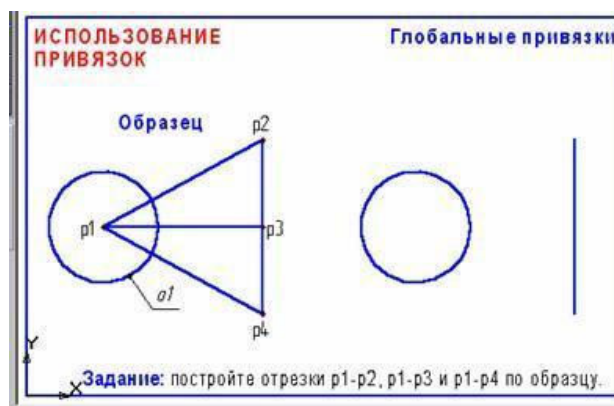

Рис. 6
Задание 4: постройте три отрезка $p_1 - p_2$, $p_1 - p_3$ и $p_1 - p_4$ по образцу. Начальные точки отрезков лежат в центре окружности o_1 , а конечные в начале, в середине и в конце отрезка $p_2 - p_4$ соответственно, рис. 6.
2. Постройте окружность o_1 и отрезок $p_2 - p_4$, как показано на рис. 6.